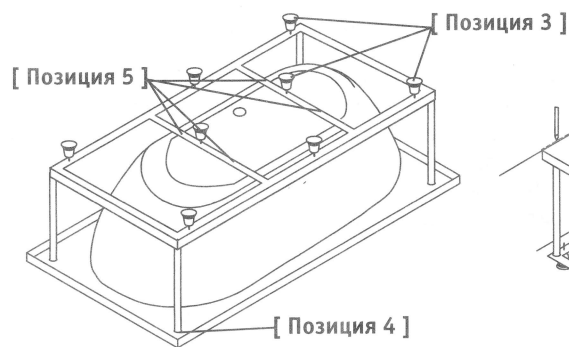

Рис. 4
5. Прикрепить саморезами 3x35 (рис. 4) каркас к дну ванной (позиция 5).
6. Проверить вертикальность установки стоек и прикрепить их саморезами 3,5x16 к закладным под бортиком ванной (рис.4, позиция 4).